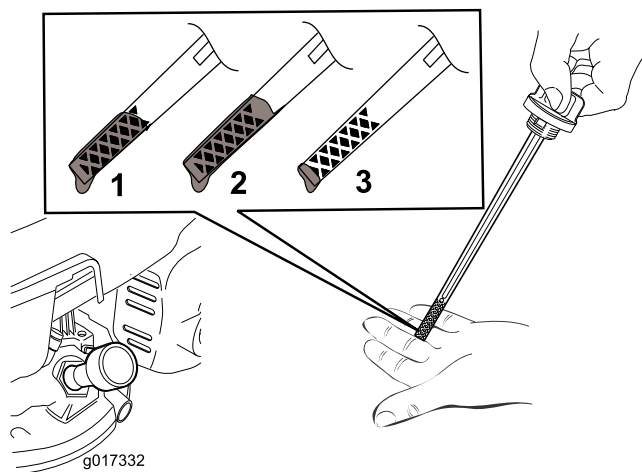

Рисунок 12
5. Для того, чтобы правильно определить уровень масла на масломерном щупе, см. Рисунок 12.
Примечание: Заливайте масло в картер двигателя до достижения требуемого уровня по масломерному щупу как показано на Рисунок 12. В случае перелива слейте некоторое количество масла из двигателя, как описано в Замена масла в двигателе \(страница 18\).